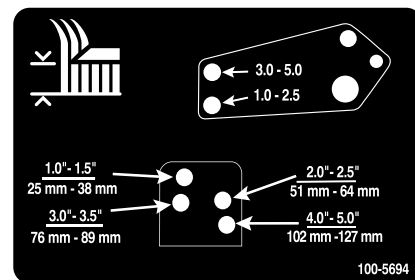

Figure 23
10. Alignez les trous de la biellette d'amortisseur avec ceux du support de hauteur de coupe sélectionnés dans le cadre des plateaux de coupe, puis insérez les axes de chape et posez les goupilles fendues (Figure 23).